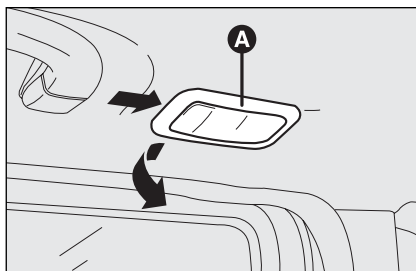

fig. 47
- ☐ con el destornillador en dotación, quite la lámpara de techo **A-fig. 47** intervinendo en el punto indicado por la flecha;